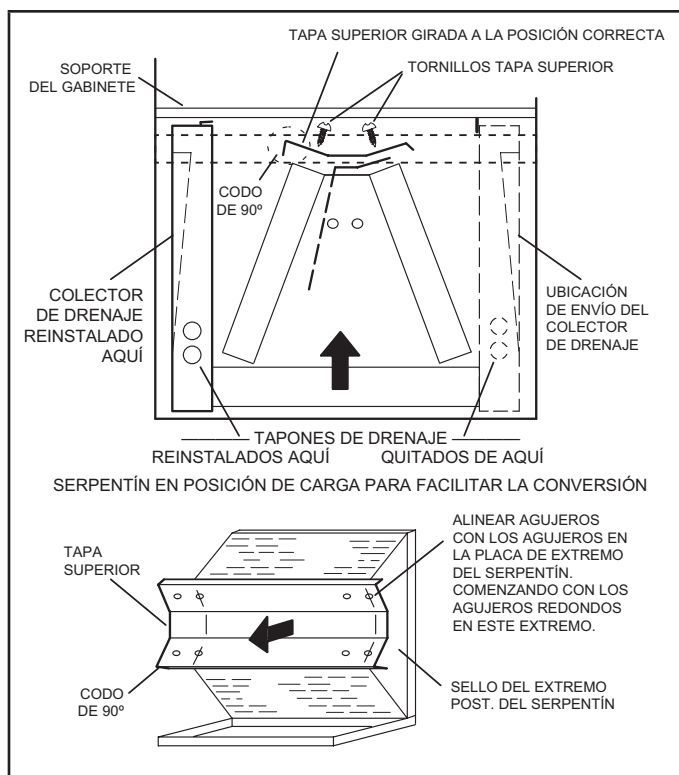

FIGURA 7. Modificación en el sitio para la descarga a la izquierda
- 7 - Gire la tapa superior 180° de adelante hacia atrás y alinéela con los orificios para tornillos sin usar. Los orificios se deben alinear con las placas del extremo trasero del serpentín. La tapa superior tiene un codo de 45° en un lado y un codo de 90° en el otro. **El codo de 90° debe estar en el mismo lado que el colector de drenaje horizontal** como se muestra en la FIGURA 7.